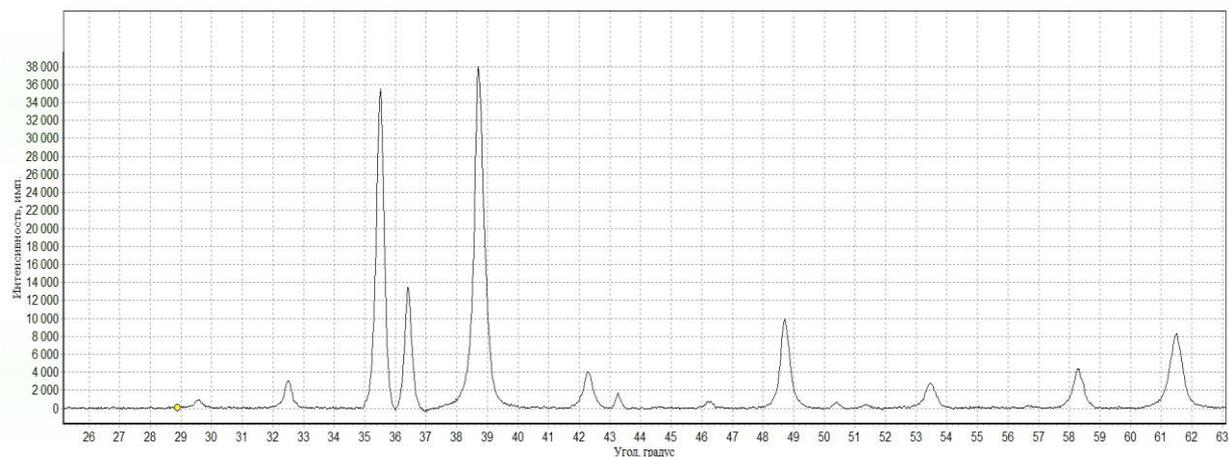

Рис. 3 Рентгеновская дифрактограмма нанокристаллических порошков, включающих Cu и O
3. По рентгеновской дифрактограмме порошка (рис. 3) определить размер областей когерентного рассеяния по выбранным преподавателем максимумам. (длина волны рентгеновского излучения $\lambda_{K\alpha 1} = 0,154$ нм).